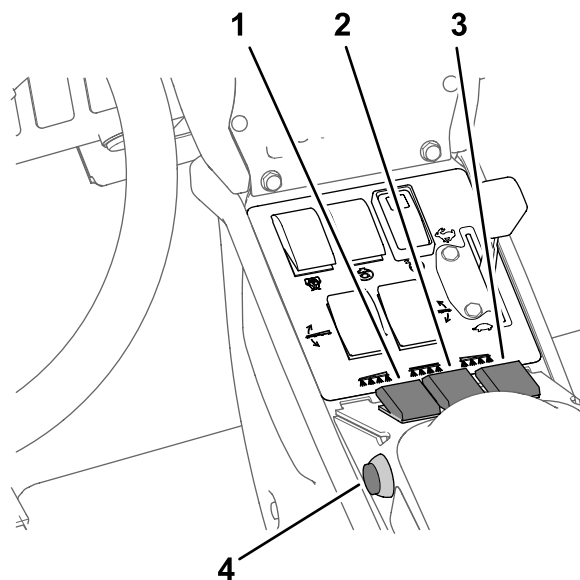

Figura 32
- Ponga el interruptor maestro en la posición de DESACTIVADO; consulte Figura 32, en Fumigación en el Modo de caudal de aplicación \(página 35\).
- Ponga los interruptores individuales de las secciones que desea utilizar en la posición de ACTIVADO; consulte Figura 32 en Fumigación en el Modo de caudal de aplicación \(página 35\).
- Conduzca a la velocidad deseada y luego ponga el interruptor maestro en la posición de ACTIVADO para empezar a fumigar; consulte Figura 32, en Fumigación en el Modo de caudal de aplicación \(página 35\).